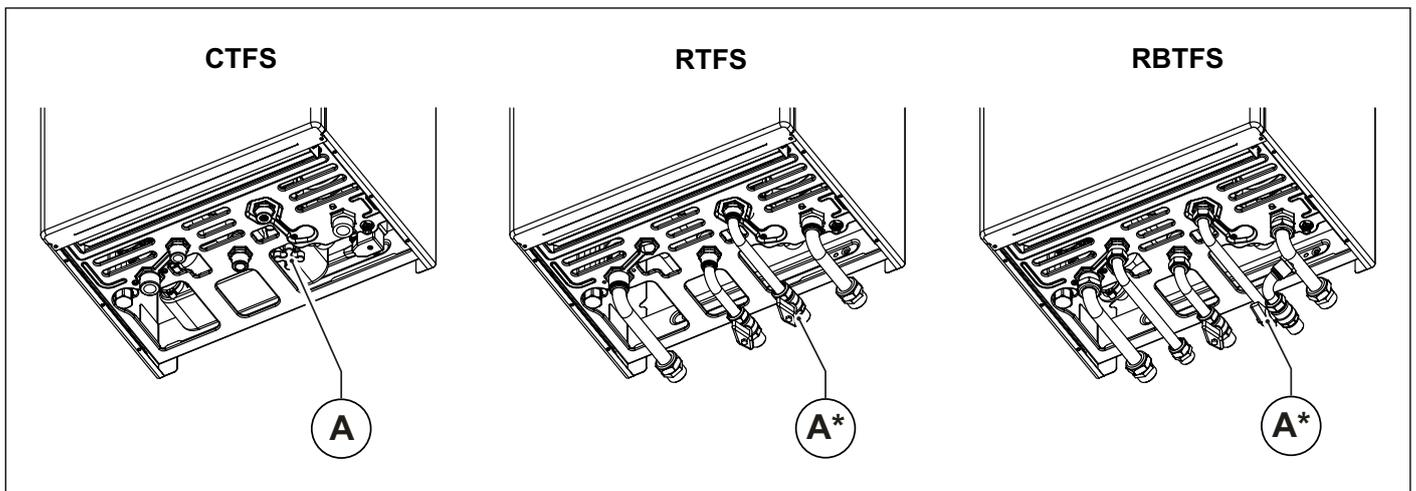

Fig. 2 Grifo de llenado - (A*) opcional.
Llenar la instalación actuando sobre el grifo de llenado (A) (ver Fig. 2 Grifo de llenado - (A*) opcional.).